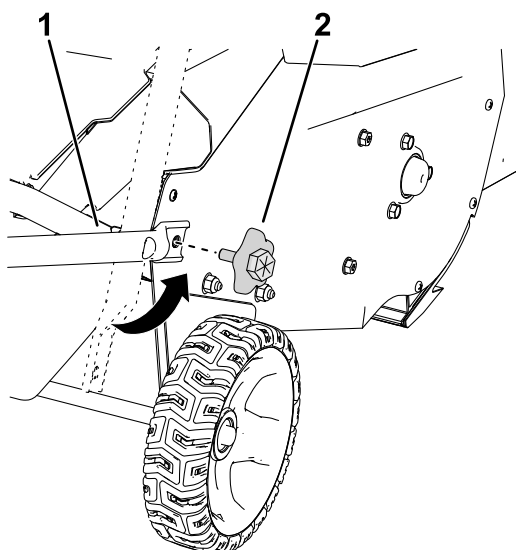

Figura 5
5. Coloque el manillar inferior en su sitio e instale los pomos del manillar inferior, como se muestra en la Figura 5.